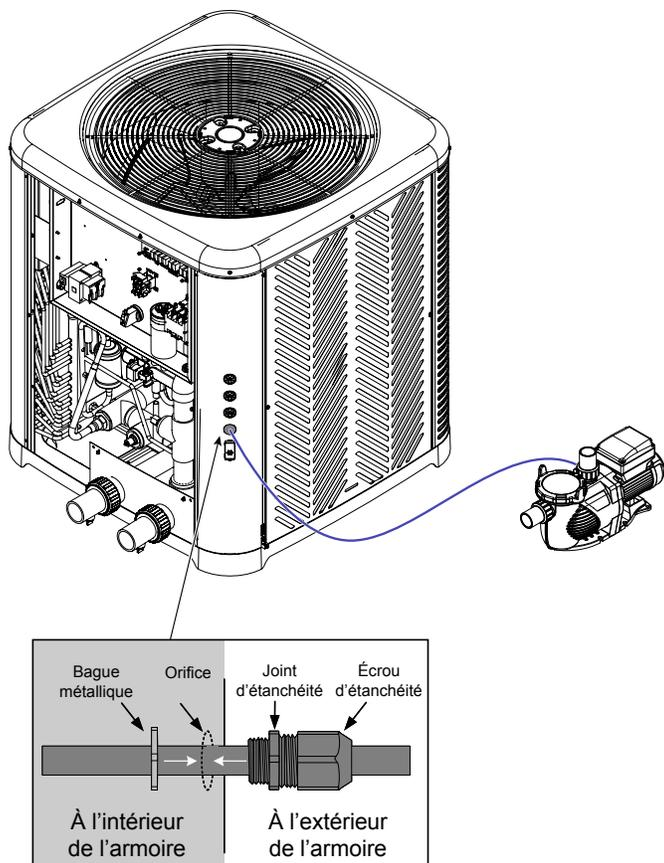

Figure 131. Câblage d'équipements externes à l'aide de raccords étanches
6. Si vous décidez d'enlever les passe-fils pour connecter des équipements externes à l'appareil, utilisez des conduits métalliques ou des câbles résistants aux intempéries. Ensuite, connectez le conduit ou les câbles à l'ouverture à l'aide de raccords étanches pour empêcher l'eau ou la poussière de pénétrer dans le système. Voir Figure 131.